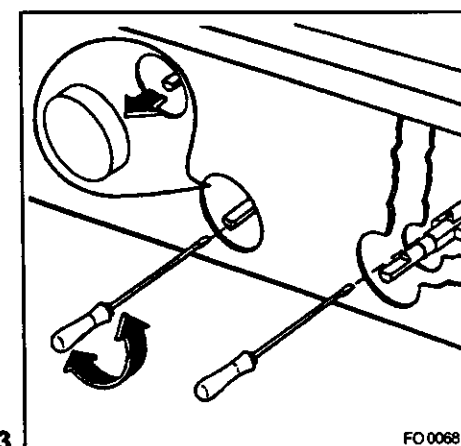

Рис. 13
- 2) снимите рукоятку регулятора (рис. 13);